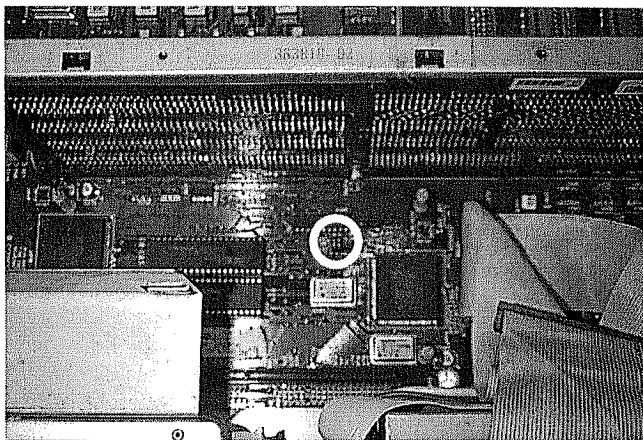

Abbildung 3.
7. Vor Einbau der Trägerplatine müssen die zwei Clock-Jumper, die auf dem Mainboard unter der CPU-Platine mit „INT“ oder „I“ und „EXT“ oder „E“ beschriftet sind (siehe Abbildung 3), auf die richtige Position gesetzt werden. Für den Betrieb der CYBERSTORM MKIII müssen diese auf die Position „EXT“ gesetzt werden. Je nachdem, ob Sie das CYBERSTORM MKIII in einem AMIGA 4000/030 oder AMIGA 4000/040 einbauen, sind diese Jumper auf die Position „EXT“ oder auf die Position „INT“ gesetzt. Bitte beachten Sie, daß ein Betrieb der CYBERSTORM MKIII in der falschen Position nicht möglich ist, und der Rechner bei einer solchen falschen Position nicht mehr bootet.